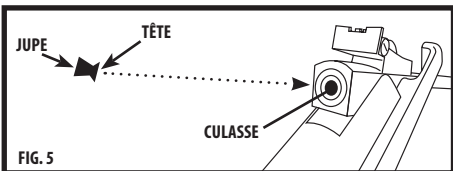

FIG. 5
- La carabine à air comprimé étant en position armée/ouverte, insérez un plomb, la tête du plomb en premier lieu, dans la culasse (Fig. 5).